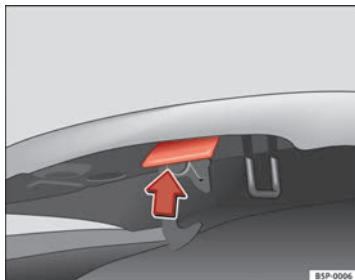

Abb. 179 Öffnungsgriff unterhalb der Motorraumklappe
- Den Hebel unterhalb der Motorraumklappe nach oben ⇒ Abb. 179 drücken. Dabei wird der Fanghaken entriegelt.